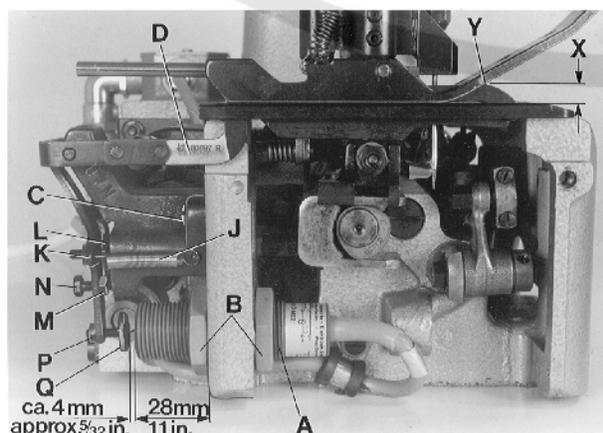
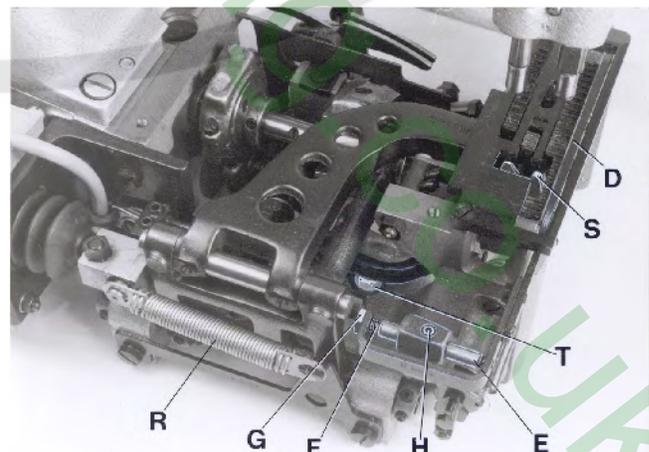

Fig. 14
Fig. 15
Remove cloth plate and left end cover. Mount the electronic proximity switch (A, Fig. 14) to the dimension of 28 mm (1.1"), as shown in Fig. 14.
The feeler (D, Figs. 14 and 15) is adjusted initially with the two fastening screws (C, Fig. 14) for the feeler support bracket.
The feeler (D, Figs. 14 and 15) should not have any lateral play but should turn readily. For this, adjust the centering shaft (E, Fig. 15) with centering screw (F) and lock nut (G) accordingly.
Loosen screw (H, Fig. 15) and center the feeler (D) in the throat plate and presser foot slot, by moving the centering shaft (E) laterally. The feeler must turn readily. Retighten screw (H).
Hang in tension spring (J, Fig. 14).
The feeler should be set as high as possible. The dimension (X, Fig. 14) between upper throat plate surface and upper edge of feeler at the bag entrance zone, should not be less than 7 mm (.275") on styles 80800R, RL, S and SL, and not less than 7.5 mm (.295") on styles 80800TL, TAL, U, UA, UL and UAL.
For adjustment loosen nut (K, Fig. 14) and turn-off screw (L), so that the head of screw does not contact the magnet in the feeler support bracket. Loosen nut (M) and turn the feeler stop screw (N) in or out, as required, to adjust the correct feeler height.
NOTE: When the presser foot rests on the throat plate (feed dog below throat plate), the distance between upper edge of feeler and lower edge of the feeler slot cut-out in the presser foot (see Y, Fig. 14) should be approx. 1 mm (.040") on styles 80800R, RL, S and SL, and approx. 2 mm (.080") on styles 80800TL, TAL, U, UA, UL and UAL.
Secure the set feeler height with lock nut (M, Fig. 14).
Entfernen Sie die Stoffplatte und das linke Abschlußblech. Montieren Sie den elektronischen Annäherungsschalter (A, Fig. 14), wie in Fig. 14 gezeigt, auf das Maß 28 mm.
Mit den beiden Befestigungsschrauben (C, Fig. 14) für den Taster-Lagerbock wird der Taster (D, Fig. 15 und 15) vorläufig ausgerichtet.
Der Taster (D, Fig. 15 und 15) darf kein seitliches Spiel haben, muß sich aber ganz leicht drehen. Stellen Sie dazu die Zentrierachse (E, Fig. 15) mit dem Zentrierstift (F) und die Zentrierachse (E, Fig. 15) mit dem Zentrierstift (F) und der Kontermutter (G) entsprechend ein.
Lösen Sie die Schraube (H, Fig. 15) und vermitteln Sie den Taster (D) durch seitliches Verschieben der Zentrierachse (E) im Stichplatten- und Drückerfußschlitz. Der Taster muß sich frei bewegen können. Ziehen Sie die Schraube (H) wieder an.
Hängen Sie die Zugfeder (J, Fig. 14) ein.
Der Taster soll so hoch wie möglich eingestellt sein. Das Maß (X, Fig. 14) zwischen Stichplattenoberfläche und Tasteroberkante in der Sackeinlaufzone darf bei den Maschinen 80800R, RL, S und SL nicht kleiner als 7 mm und bei den Maschinen 80800TL, TAL, U, UA, UL und UAL nicht kleiner als 7,5 mm sein.
Zur Einstellung lösen Sie die Mutter (K, Fig. 14) und drehen die Schraube (L) soweit zurück, daß der Schraubenkopf den Magneten im Taster-Lagerbock nicht berühren kann. Lösen Sie die Mutter (M) und drehen Sie die Taster-Anschlagschraube (N) entsprechend ein oder aus bis die richtige Tasterhöhe erreicht ist.
BEACHTEN SIE: Wenn der Drückerfuß auf der Stichplatte aufliegt (Transporteur unter der Stichplatte), soll zwischen Oberkante Taster und Unterkante Tasteraussparung im Drückerfuß (siehe Y, Fig. 14) bei den Maschinen 80800R, RL, S und SL ein Abstand von etwa 1 mm und bei den Maschinen 80800 TL, TAL, U, UA und UAL ein Abstand von etwa 2 mm sein.
Sichern Sie die eingestellte Tasterhöhe durch Kontern der Mutter (M, Fig. 14).
The switching pressure on the feeler is set with screw (K, Fig. 14).
NOTE: The closer the head of screw (K, Fig. 14) to the magnet the higher the switching pressure on the feeler. Secure the position of screw (K) with lock nut (L).
The electrical switching point of the proximity switch (A, Fig. 14) is determined by screw (Q, Fig. 14). The distance between screw head and the face of the proximity switch is approx. 4 mm (5/32") (see Fig. 14), when the feeler is in home position. This distance of 4 mm (5/32") is not exactly the same for all switches. Connect the machine electrically. With feeler in home position set the proper switching point as follows:
Loosen nut (P, Fig. 14). Turn screw (Q) away from switch, until the switch switches on. Then turn screw (Q) slowly towards the switch, until the switch switches off. Now turn screw (Q) a further 1/2 turn towards the switch. Secure this position of screw (Q) with lock nut (P).
When the solenoid on styles 80800R and S or the air cylinder on styles 80800RL and SL for the chain cutter (S, Fig. 15) is not activated and the chain cutter is in its home position below the throat plate, the knife tips of the chain cutter (S) should be positioned 0.5 mm (.020") below the throat plate top surface.
To obtain this setting, adjust the knife lever stop screw with lock nut (T, Fig. 15) in the bottom of the bed casting accordingly. The slotted thread end of screw (T) is accessible from the bottom of the bed casting for adjustment.
In cutting position, above the throat plate, the cutting edges of the chain cutter (S, Fig. 15) should overlap by 0.3 mm (.012") to assure a proper thread chain cutting.
On styles 80800R and S with solenoid operated chain cutter the core of solenoid (C, Fig. 16) must rest firmly on the solenoid (D) while adjusting the overlapping of the knife cutting edges of the chain cutter. Unhook pull-back spring (R, Fig. 15) and press the solenoid rod against the solenoid until the core of solenoid (C, Fig. 16) butts on the solenoid (D). Loosen nut (A, Fig. 16) and move clamp (B) on the solenoid rod to the left or right, until the cutting edges overlap approx. 0.3 mm (.012"). Retighten nut (A) and replace pull-back spring (R, Fig. 15).
Der Schalldruck am Taster wird mit der Schraube (K, Fig. 14) eingestellt.
BEACHTEN SIE: Je näher der Schraubenkopf der Schraube (K, Fig. 14) am Magneten ist, umso höher ist der Schalldruck am Taster, Sichern Sie die Stellung der Schraube (K) durch Kontern der Mutter (L).
Mit der Schraube (Q, Fig. 14) wird der elektrische Schaltpunkt des Annäherungsschalters (A, Fig. 14) bestimmt. Der Abstand zwischen Schraubenkopf und Stirnfläche des Annäherungsschalters beträgt in Ruhestellung des Tasters etwa 4 mm (siehe Fig. 14). Dieser Abstand von 4 mm ist nicht bei allen Schaltern genau gleich. Schließen Sie die Maschine elektrisch an. Der genaue Schaltpunkt wird in Ruhestellung des Tasters wie folgt eingestellt: Lösen Sie die Mutter (P, Fig. 14). Drehen Sie die Schraube (Q) vom Schalter weg bis der Schalter einschaltet. Dann drehen Sie die Schraube (Q) langsam zum Schalter hin, bis der Schalter ausschaltet. Drehen Sie dann die Schraube (Q) noch 1/2 Umdrehung weiter zum Schalter hin. Sichern Sie die Stellung der Schraube (Q) durch Kontern der Mutter (P).
Wenn der Elektromagnet bei den Maschinen 80800R und S, oder der Luftzylinder bei den Maschinen 80800RL und SL für die Kettenschere (S, Fig. 15) nicht aktiviert ist und die Kettenschere in ihre Ausgangslage unter der Stichplatte ist, sollen die obersten Messerkanten der Kettenschere (S) etwa 0,5 mm unter der Stichplattenoberfläche stehen.